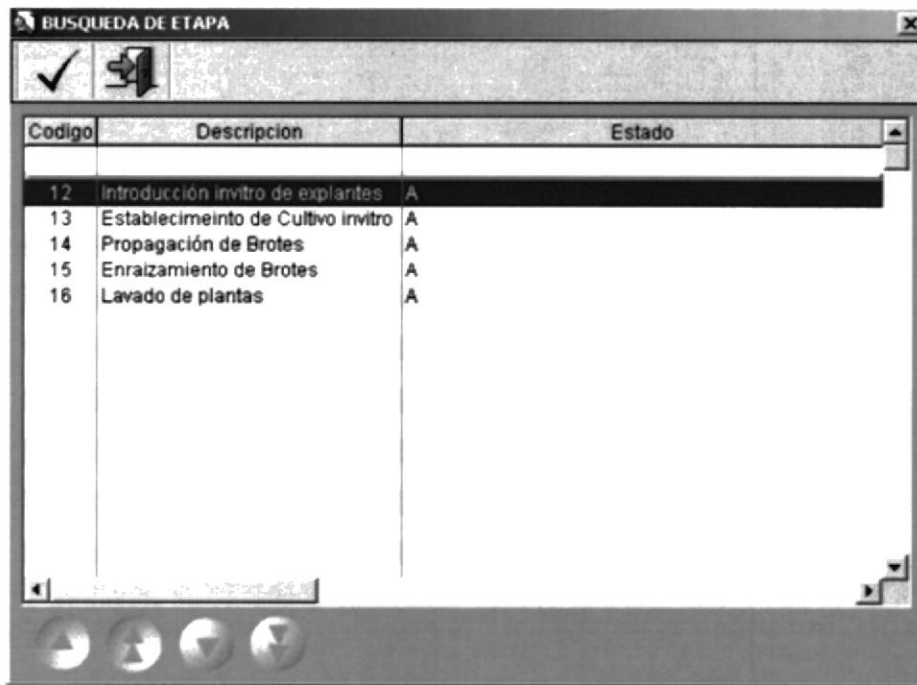

Figura 11.56 Búsqueda de Etapa Origen.
- Una vez escogida la etapa y/o subetapa origen se procederá a escoger la etapa destino, ubíquese sobre el botón de búsqueda  de etapa destino de clic sobre el mismo, a continuación la pantalla de búsqueda de etapa (**vea figura 11.56**).
- Luego se procederá a escoger la etapa que consumió dicho material, de clic sobre el botón de búsqueda  de etapa, a continuación la pantalla de búsqueda de etapas (**vea figura 11.56**).
- Luego se procederá a escoger la etapa que consumió dicho material, de clic sobre el botón de búsqueda de etapa, a continuación la pantalla de búsqueda de etapas (vea figura 11.56).
- Luego se procederá a escoger la etapa que consumió la mano de obra, de clic sobre el botón de búsqueda  de etapa, a continuación la pantalla de búsqueda de etapas (**vea figura 11.56**).
- Luego se procederá a escoger la etapa que consumió el costo general, de clic sobre el botón de búsqueda  de etapa, a continuación la pantalla de búsqueda de etapas (**vea figura 11.56**).